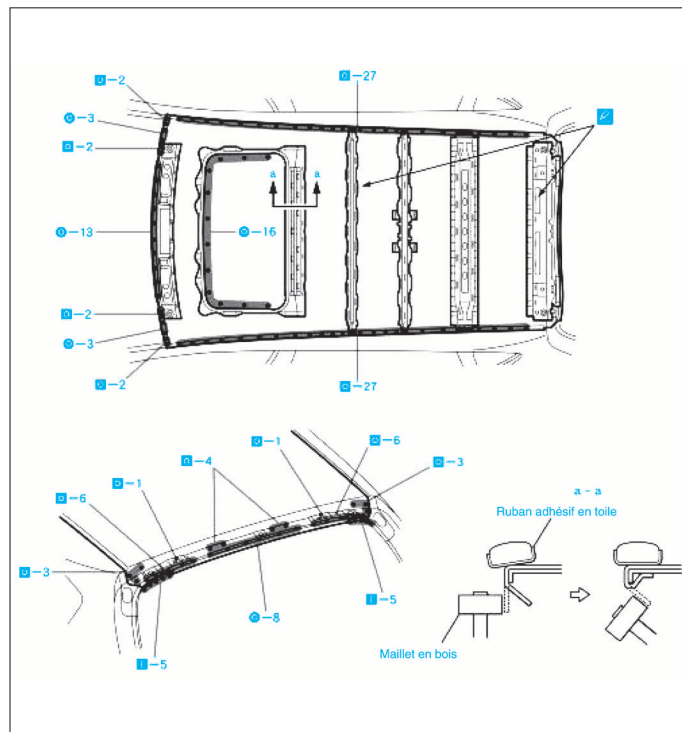

FIG. 44
- Après la soudure (Fig.44), appliquer de la mousse en polyuréthane sur les pièces correspondantes.